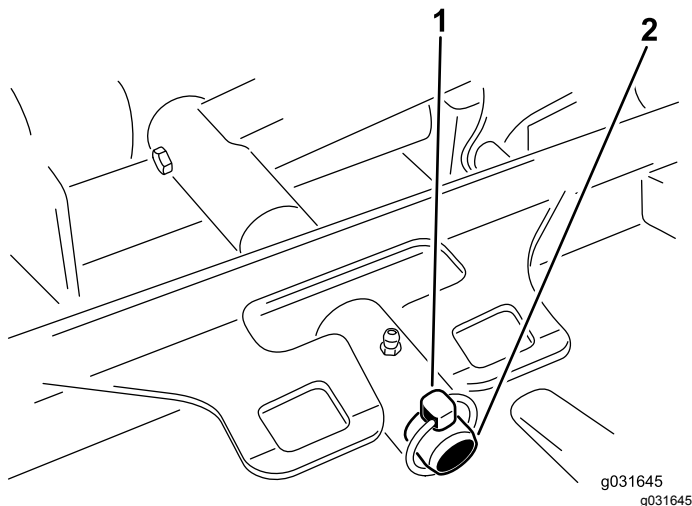

图 66
3. 卸下将刀盘承载架固定至提升臂枢轴销的保险销或锁紧螺母 图 66。
3. 将刀盘承载架滑到提升臂枢轴销上并用保险销或锁紧螺母固定 图 66。